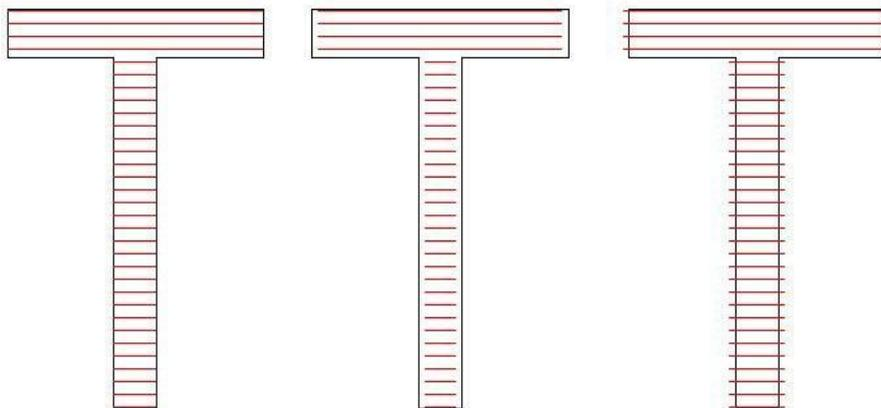

Abbildung 3-10 Linienreduzierung
**Linienverkleinerung:** Die Schraffurlinie wird auf beiden Seiten reduziert. (Abbildung 3-10)